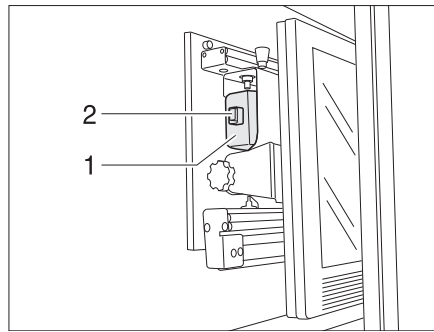

Fig. 10 Supporto nel mobiletto porta TV
- Ruotare il televisore nella posizione iniziale (Fig. 10) ed ev. farlo innestare.
- Spingere l'impugnatura dello supporto per lo schermo piatto (Fig. 10,1) all'indietro. Il chiavistello (Fig. 10,2) scatta all'indietro.